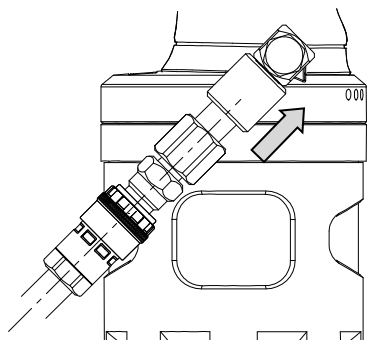

図 4-3
この時の ON-OFF バルブは ON の状態。（P.10 図 4-3 参照）
- ① 圧縮空気を供給する。(ON-OFF バルブを開く)(図 4-3)